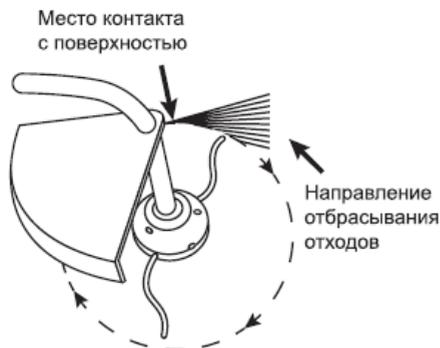

Рис. 9 Положение триммерной головки при удалении растительного покрова и обработке границы газона
Удаление растительного покрова и обработка границы газона	<p>При удалении растительного покрова после работы остается горячая земля (Рис. 8С).</p> <p>Обработка границ – это обрезка травы при формировании границ газона или в местах, где она разрослась по тротуару или дороге (Рис. 8D). В обоих случаях наклоните триммерную головку под крутым углом так, чтобы предотвратить попадание в Вас грязи и камней. Выберите для себя такие углы, которые соответствуют Вашим габаритам и рабочей ситуации. Для большинства видов обрезки следует наклонить триммерную головку так, чтобы концы корда контактировали с поверхностью так, чтобы головка перемещалась в сторону от Вас (Рис. 9). Отбрасываемые отходы при этом не полетят в Вашу сторону.</p>
(1) Техническое обслуживание должно осуществляться более часто, при работе в пыльных условиях.
(2) Данный вид работ необходимо выполнять в авторизованном сервисном центре.
- Снимите триммерную головку. Удерживая одной рукой корпус 4 триммерной головки, другой рукой открутите гайку 1 крепления триммерной головки против часовой стрелки и извлеките из корпуса 4 катушку 2 триммерной головки и пружину 3 (Рис. 9). Снимите корпус 4 со штанги. Удалите остатки корда с корпуса и очистите его и детали триммерной головки от грязи и травы.